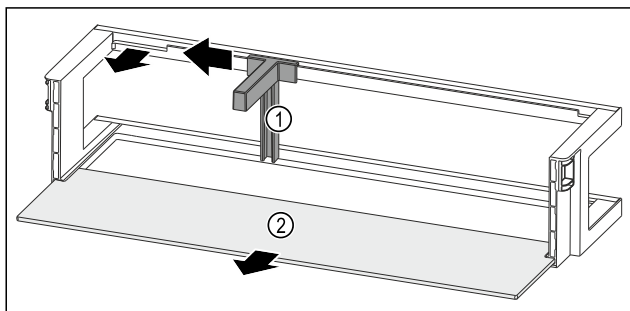

Fig. 51 Dørhylde med flaskeholder og hylde
- ▶ Skub flaskeholderen Fig. 51 (1) til siden indtil udsparringen.
- ▶ Tag flaskeholderen Fig. 51 (1) ud.
- ▶ Tag hylden Fig. 51 (2) ud.